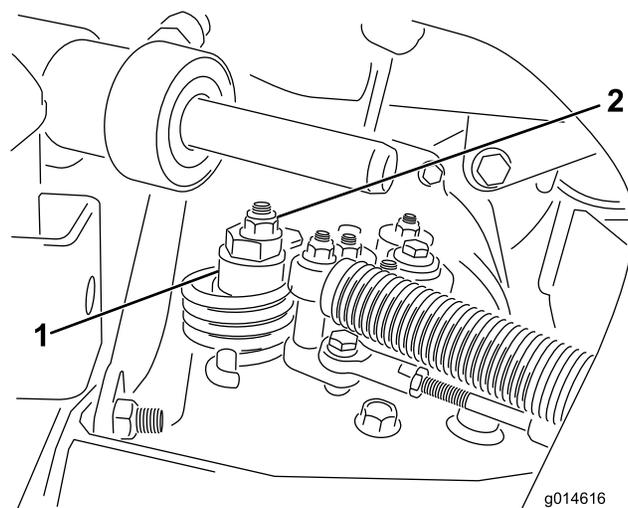

図 43
- 偏芯ナットをハイドロスタット上部に止めているナットをゆるめる 図 43。
- どちらにも車輪が回らないように偏芯ナットを回して調整する。調整ができれば固定ナットを締める 図 43。スロットル低速 および高速位置で調整が正しいことを確認する。